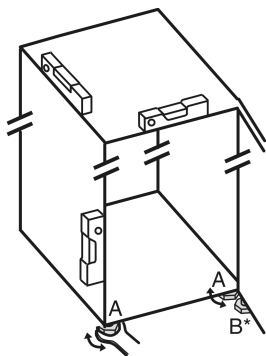

Fig. 26
- Zhvendosni këmbëzat me rregullim Fig. 26 (A) me çelës fiso dhe me ndihmën e një niveli me ujë, derisa pajisja të jetë niveluar mirë.
- Zhvendosni këmbëzat me rregullim Fig. 26 (B) në bazamentin mbështetës me çelësat fiso të përfshirë në paketim, derisa të jetë mbështetur mbi dyshteme.
- Rrotulloni këmbëzën me rregullim Fig. 26 (B) me 90°.